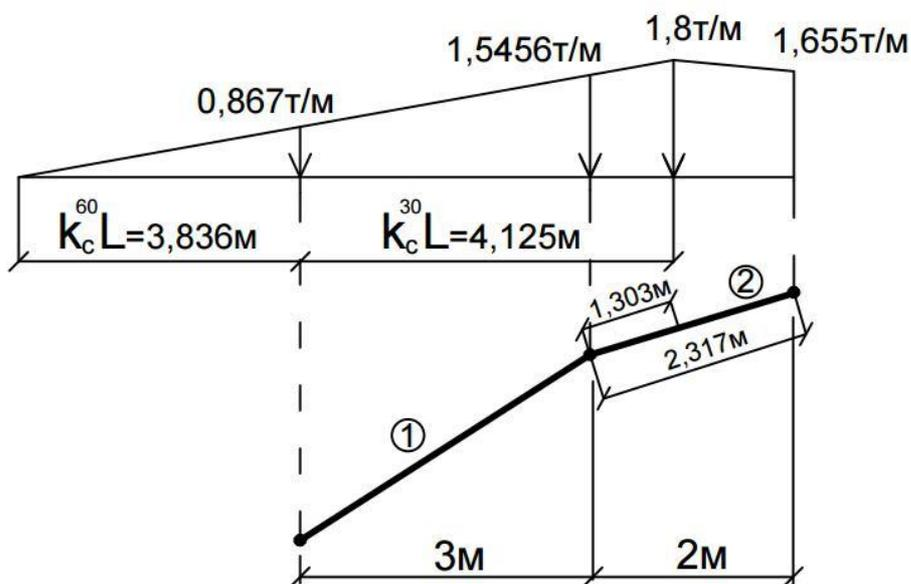
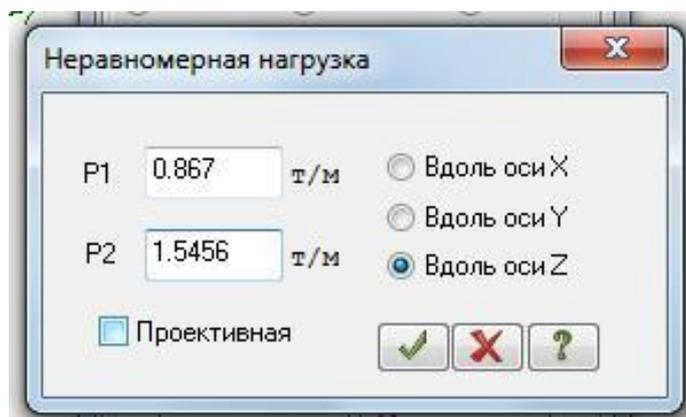
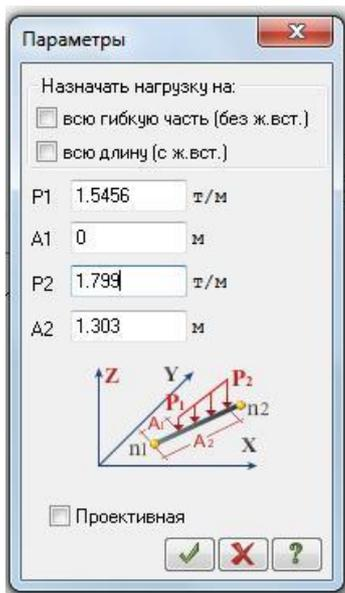
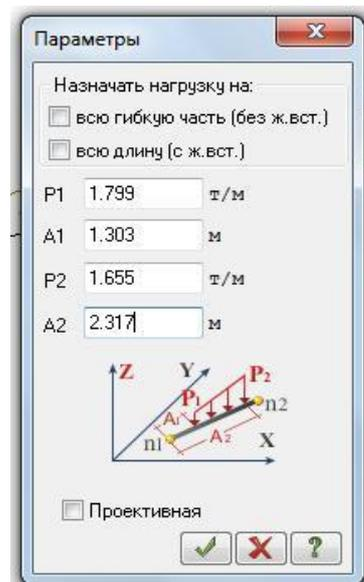

Рис.2.27. Определение значений нагрузок
Рис. 2.28. Задание неравномерно распределенной нагрузки
Рис. 2.29. Задание неравномерно распределенной нагрузки
Рис. 2.30. Задание неравномерно распределенной нагрузки
- Неравномерная нагрузка: задайте в строках значения  $P1=0,867\text{т/м}$  и  $P2=1,5456\text{ т/м}$  (значения нагрузок определены по интерполяции рис.2.27) и отметьте пункт Вдоль оси Z. Нажмите кнопку Применить (рис. 2.28).
- И так же через окно Параметры задайте следующие параметры, определенные по интерполяции (рис.2.27),  $P1=1.5456\text{т/м}$ ,  $P2=1.8\text{т/м}$ ,  $A1=0$ ,  $A2=1.303\text{м}$  (рис. 2.29).
- Через окно Параметры задайте следующие параметры, определенные по интерполяции (рис.2.27),  $P1=1.799\text{т/м}$ ,  $P2=1.655\text{т/м}$  (рис. 2.30).